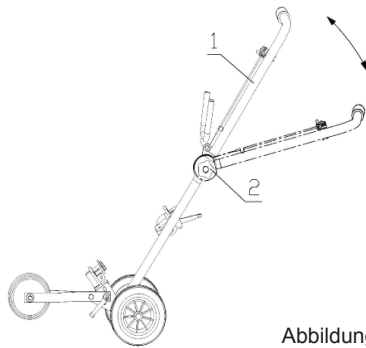

Abbildung 11
1) Ausrichtung des Führungsgriffs (Abb. 11)